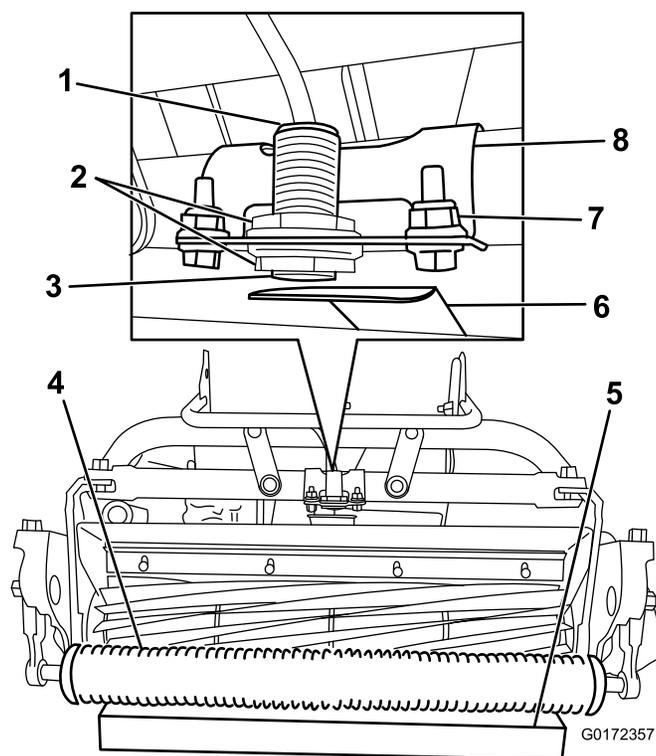

Figura 14
2. Allentate i controdadi sul sensore e regolatelo in modo che sia visibile un filetto dopo il controdado inferiore (Figura 14).
4. Posizionate un blocco da 3,8 cm sotto il rullo dell'apparato di taglio anteriore (Figura 14).
5. Allentate i fermi che fissano la staffa del sensore al telaio (Figura 14).
8. Ruotate la staffa del sensore verso la piastra di misurazione in modo che la luce sopra il sensore si accenda (Figura 14). Se era già accesa, allontanate dalla piastra di misurazione in modo che si spenga, quindi invertite la direzione finché non si riaccende.